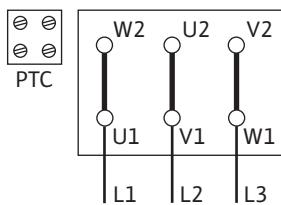

Fig. 10: Y-Δ-start
- Nätanslutningen är beroende av motoreffekten  $P_2$ , nätspänningen och tillslagstypen. Nödvändiga byglingar i kopplingsboxen anges i följande tabell samt Fig. 10, 11 och 12.